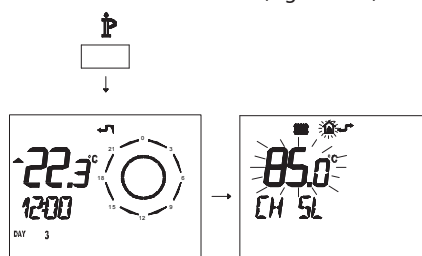

Figura 5.28
L'andamento della temperatura al variare dell'impostazione fatta con i tasti 14 e 15 per un **K 1,5** è illustrato nella Figura 5.28.
- Premere per più di 3 secondi il pulsante $\bar{P}$ per entrare in modalità **INFO** (Figura 5.28).